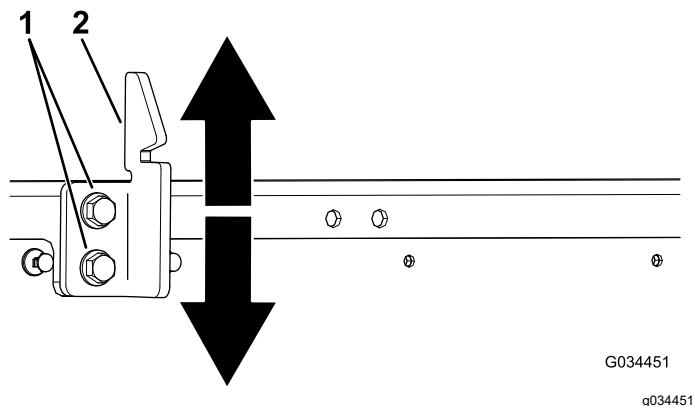

Figura 59
3. Allentate i 2 bulloni sul gancio di chiusura del pianale e spostate il gancio su o giù, a seconda se è troppo alto o troppo basso (Figura 59).
4. Serrate i 2 bulloni sul gancio di chiusura del pianale (Figura 59).